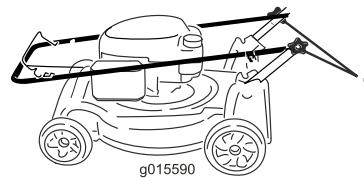

Figura 33
1. Afloje los pomos del manillar hasta que pueda mover el manillar libremente (Figura 33).
1. Pomos del manillar (2)
2. Mueva el manillar hacia adelante según se indica en Figura 33.